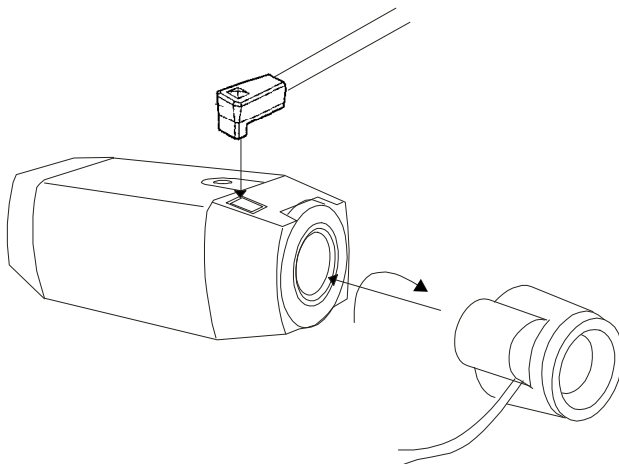

FIGURA 3.
- A. Avvitare la lente a diaframma automatico sull'attacco posto sulla parte anteriore della telecamera (vedere la figura 3).
- A.** Avvitare la lente a diaframma automatico sull'attacco posto sulla parte anteriore della telecamera (vedere la figura 3).